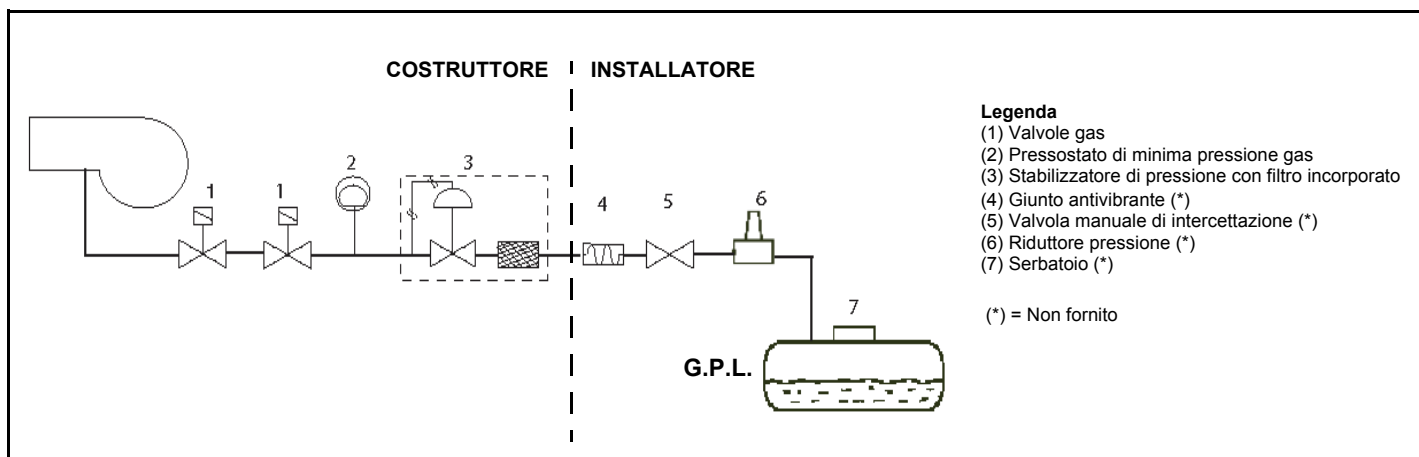

Fig. 8
**ATTENZIONE:** una volta montata la rampa secondo lo schema riportato in Fig. 8, deve essere effettuata la prova di tenuta del circuito gas, secondo le modalità previste dalla normativa vigente.